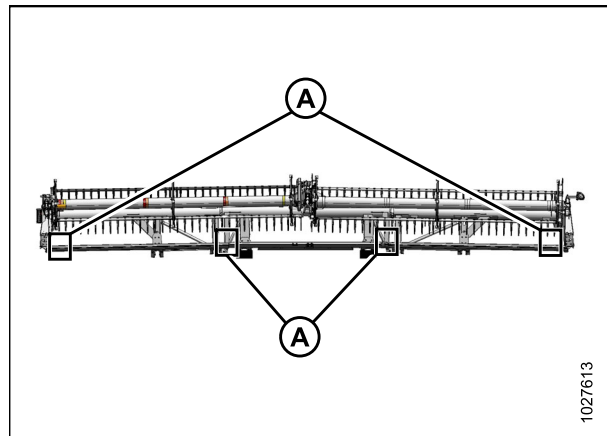

Рисунок 4.263: Расположение точек замера на гибкой жатке FlexDraper® — сдвоенное мотовило
- Жатки со сдвоенным мотовилом: Рис. 4.263, страница 742